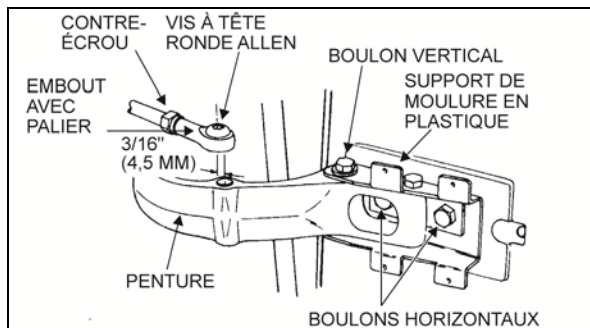

FIGURE 27 : CHARNIÈRE DE PORTE SUPÉRIEURE
- Retirer la vis à tête ronde Allen et la rondelle qui maintiennent l'embout à rotule sur la charnière supérieure. Voir la Figure 27.
- Retirer la vis à tête ronde Allen et la rondelle qui maintiennent la tige et le pivot sur la charnière supérieure. Voir la Figure 27.
3. Retirer la vis à tête ronde Allen et la rondelle qui maintiennent l'embout à rotule sur la charnière supérieure. Voir la Figure 27.